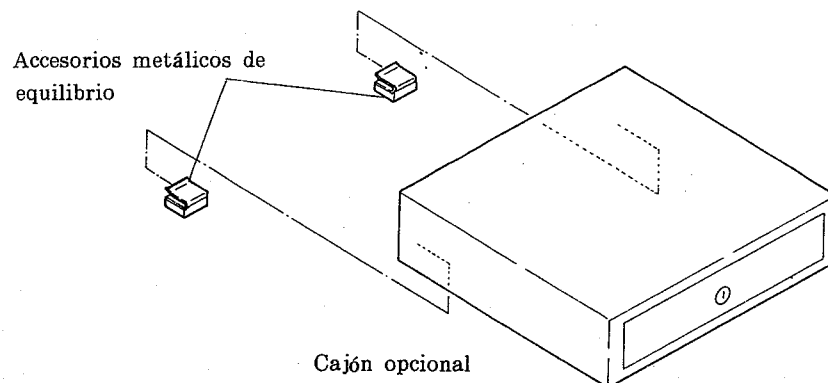

Figura 37
- (7) Si se extrajo alguna tarjeta de accesorios opcionales en el procedimiento (3), repóngala ahora.
- (8) Invierta el orden del procedimiento (2) para acoplar la cubierta posterior.
- (9) Acople los accesorios metálicos de equilibrio (2 piezas) a la parte posterior del cajón opcional. (Vea la figura 37.)